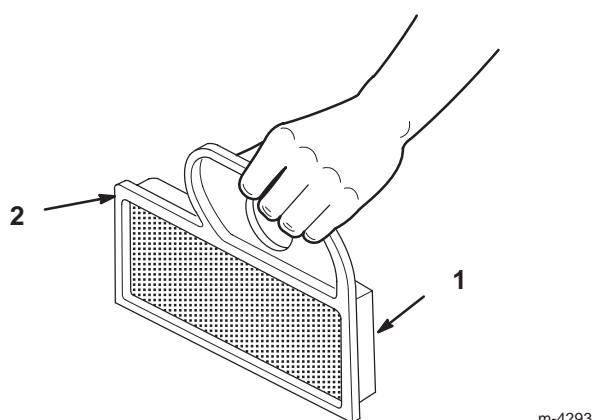

Bild 21
- A. Klopfen Sie den Einsatz leicht auf eine flache Unterlage, um Staub und Schmutz zu beseitigen (Bild 21).